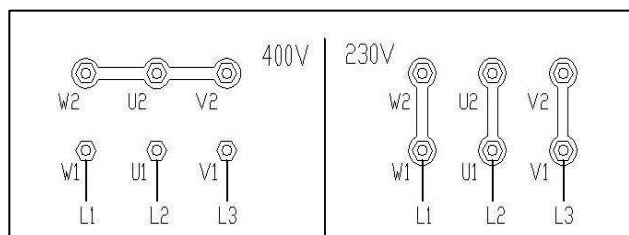

Рис.21
- в случае необходимости подъемник можно перевести и на питание 230В. Для этого необходимо изменить конфигурацию соединений в распределительной коробке подъемника (рис. 21).